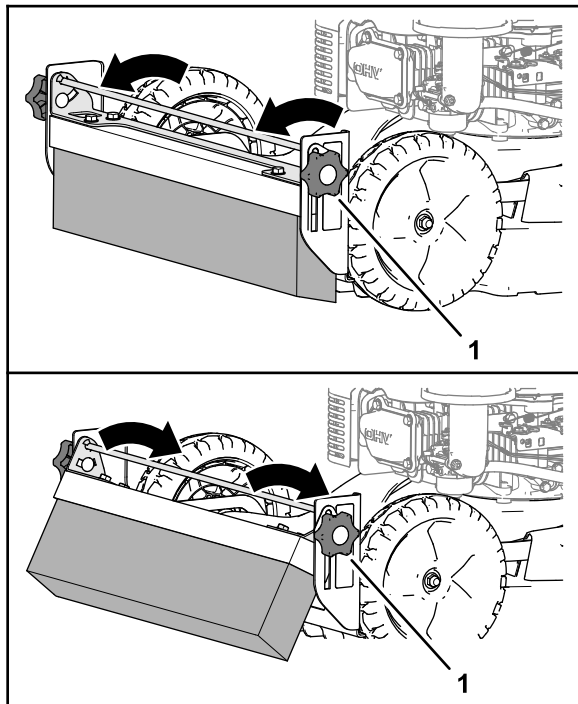

Рисунок 18
1. Ослабьте затяжку ручек с обеих сторон на креплении щетки (Рисунок 18).
2. С помощью рукоятки кронштейна регулировки щетки отрегулируйте угол установки уборочной механической щетки (Рисунок 18).
3. Затяните ручки (Рисунок 18).